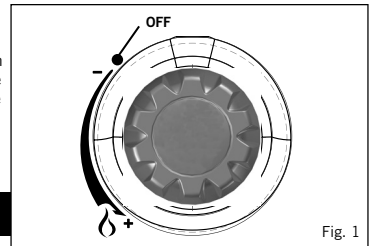

Fig. 1
- Vor dem Anschließen der Gaszufuhr prüfen Sie bitte zuerst, ob sich das Geräteventil in der Aus-Stellung befindet - drehen Sie den Kontrollregler vollständig im Uhrzeigersinn. (Siehe Abb. 1).
- Zum Anpassen an den Gasbehälter zuerst überprüfen, ob sich das Geräteventil in der Aus-Stellung befindet; drehen Sie dazu den Kontrollregler im Uhrzeigersinn, bis es nicht mehr geht (siehe Abb. 1).